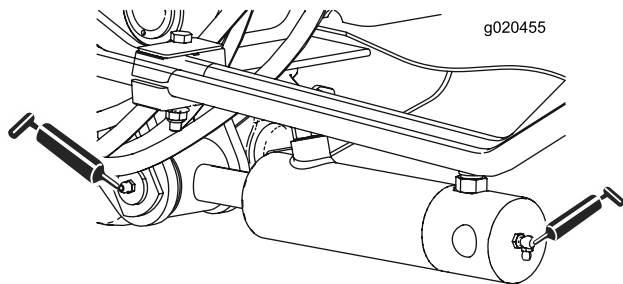

Рисунок 69
- Втулки цилиндров подъемных рычагов (2 шт. с каждой стороны) (Рисунок 69)